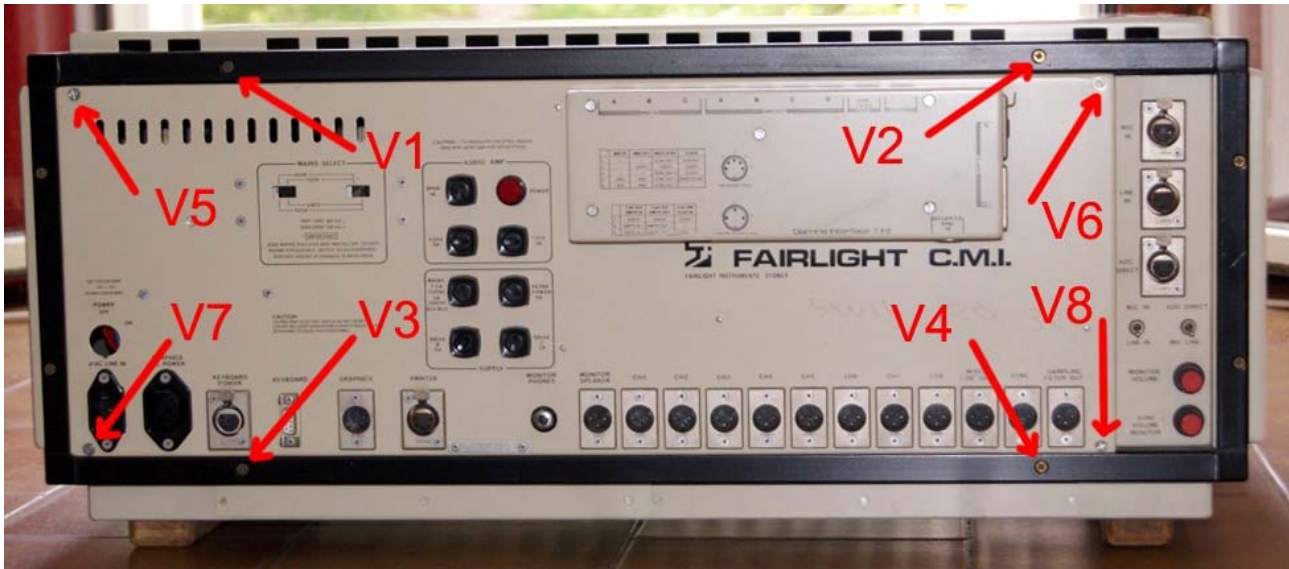

Figure 3. - L'arrière du C.M.I. et ses nombreuses vis.
Pour installer le FLASH KIT sur les **CMI I, II et IIx** et remplacer l'ancien lecteur de disquette 8", il est nécessaire d'ouvrir le C.M.I., en vous aidant des figures 3, 4 et 5. Procédez au démontage en suivant les étapes suivantes :
21. Refermez le capot arrière et fixez les vis V5, V6, V7 et V8, voir figure 3.
22. Refermez les deux couvercles (haut et bas) et fixez-les avec les vis V1, V2, V3, V4, V9, V10, V11 et V12, voir figures 3 et 4.
Pour installer le FLASH KIT sur les **CMI III** ou remplacer l'ancien lecteur de disquette 8", il est nécessaire d'ouvrir le C.M.I., en vous aidant des figures 3, 4 (cette partie est similaire avec les CMI antérieurs) et 11d à 11g. Procédez au démontage en suivant les étapes suivantes :